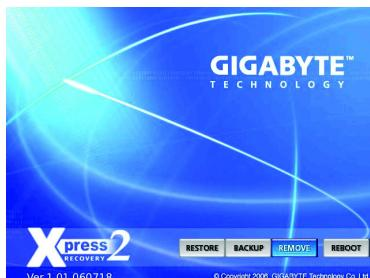

図 15
1. バックアップファイルを削除する場合、REMOVE を選択します(図 15)。